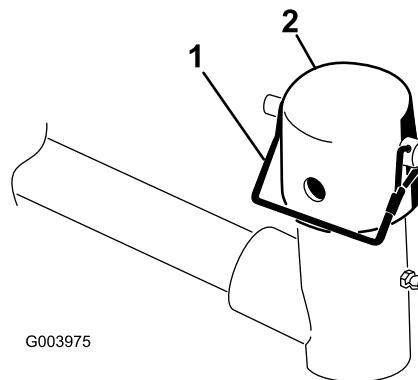

Figure 6
6. Retirez la goupille à fermoir et le capuchon de la chape de pivot du bras de relevage (Figure 6).
- 10. Fixez le capuchon et l'arbre du bâti porteur à la chape du bras de relevage avec la goupille à fermoir (Figure 6).